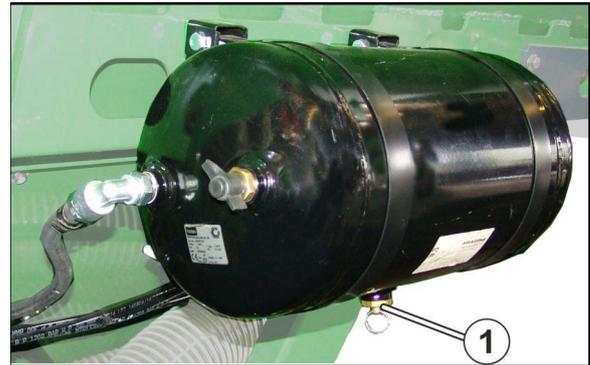

Fig. 120
1. Ziehen Sie das Entwässerungs-Ventil (Fig. 120/1) über den Ring solange in seitlicher Richtung, bis kein Wasser mehr aus dem Luftbehälter ausfließt.